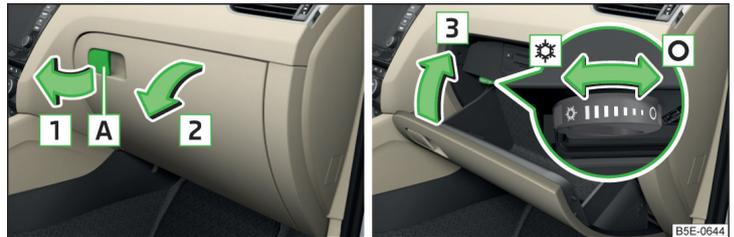

Abb. 89 Ablagefach öffnen / Ablagefach schließen und Luftzufuhr bedienen
- Zum **Öffnen** den Griff **A** in Pfeilrichtung **1** ziehen und den Deckel in Pfeilrichtung **2** klappen » Abb. 89.
- Zum **Öffnen** den Drehschalter bis zum Anschlag in die Position ***** drehen » Abb. 89.